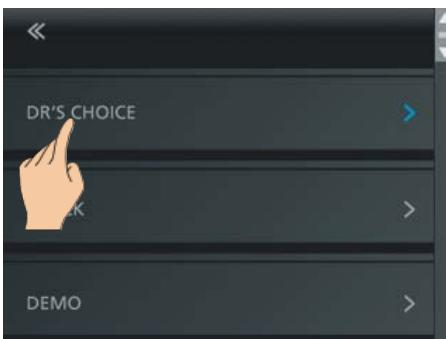

图 21 选择 DR'S CHOICE
- 进入设置菜单，选择 DR'S CHOICE (图 21)。